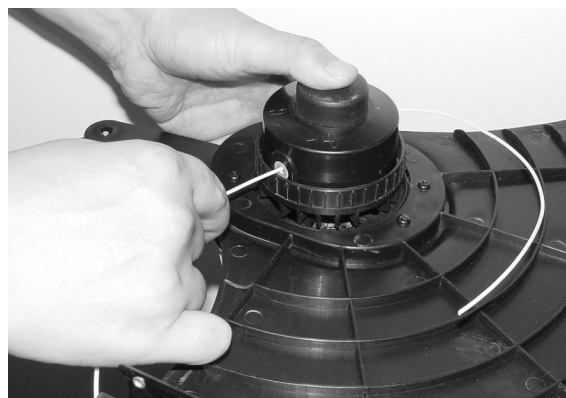

Fig. 9
1. A la première utilisation du coupe herbe à fil, vérifier que les fils de Nylon touchent ou sont au-dessus de la lame coupe-fil; s'ils ne sont pas assez longs, appuyer sur le bouton et tirer les fils de Nylon simultanément. (Fig. 9)